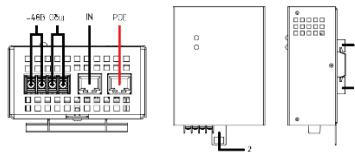

Рис.2
1. Зацепите устройство на DIN-рейку сверху, используя верхнюю часть крепления - рис.2 (1), после этого, опустив язычок вниз, - рис.2 (2), зафиксируйте устройство с помощью нижней части крепления на DIN-рейке - рис.2 (3).